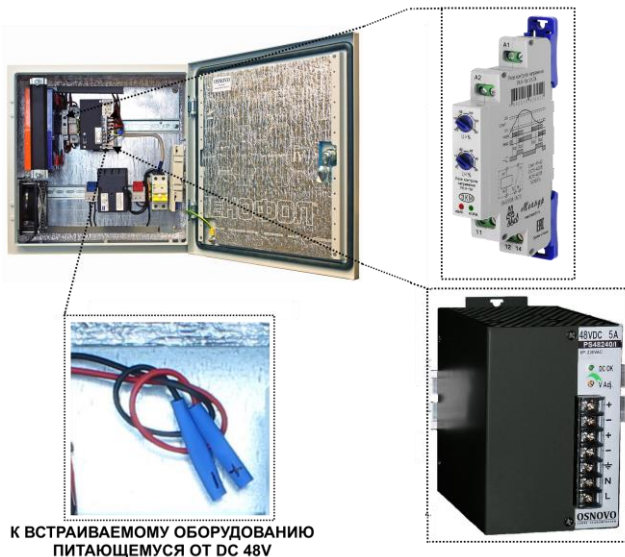

Рис.6 Точка подключения оборудования к 48V для моделей уличных станций с установленным БП и резервным питанием на примере модели OS-44VB1
Точкой подключения встраиваемого оборудования, питающегося от DC 48V (коммутатора и тд) является плюсовой выход (14) с реле контроля напряжения и минусовой выход (V-) с блока питания. Данная точка 48V постоянного тока уже выведена отдельными проводами с маркировкой «+» и «-» и готова к подключению (рис.6)